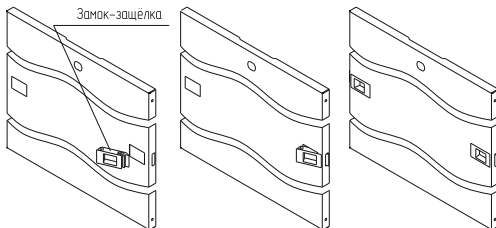

Рисунок 22
16.1 Вставьте в прямоугольные отверстия Панели боковой замки-защёлки (рисунок 22).